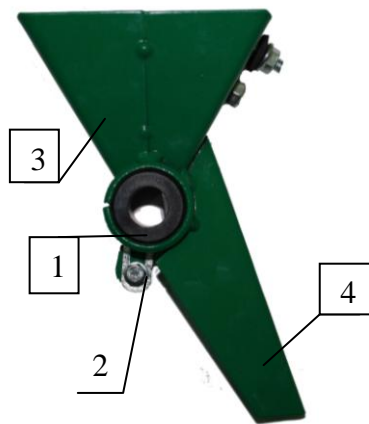

Рис.1
Сеялка, соответствующей модификации, состоит из девяти или нескольких секций (рис.1), посаженных на два общих вала. Каждая секция стандартной комплектации имеет высевашую втулку типа ВАС27/1 (поз.1,рис.1).
Расстояние между секциями на валах определяют ширину междурядий. Для обеспечения точности распределения семян в отверстиях втулки, в бункере установлен щеточный ограничитель (поз.1,рис.4). На выходе из бункера в семяпровод - установлен металлический сбрасыватель семян (поз.2,рис.1) и (рис.5), который имеет возможность регулировки по глубине входа в паз втулки.
ограничитель поз.1(рис.3) оставляет в каждом углублении высевашей втулки одно или несколько семян (в зависимости от их размера), которые на выходе в нижней части бункера сбрасываются в борозду металлическим сбрасывателем (рис.4) оригинальной конструкции. Сошник (поз.4, рис.1)имеет встроенный семяпровод, который обеспечивает такую траекторию падения семени, благодаря которой семя ложится в почву в зоне носика сошника. Это обеспечивает максимальную равномерность распределения семян по длине рядка. Густота посева зависит от шага отверстий в высевашей втулке, их размеров и регулировок щеточным ограничителем.
4. Выкрутить болт М4 крепление сбрасывателя (поз.2, рис.1), сняв его из паза во втулке.
6. Из металлической втулки (поз.1, рис.1) достать высевающую полиамидную втулку, заменив ее на подобную для данной культуры.